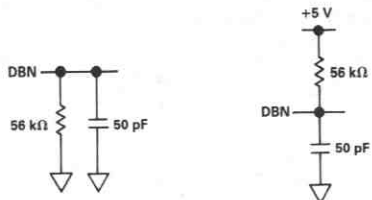

図1. アクセス時間の負荷回路
- 3 t_{10} は図1の負荷回路で測定し、出力が0.8Vまたは2.4Vに達するまでに必要な時間として定義。